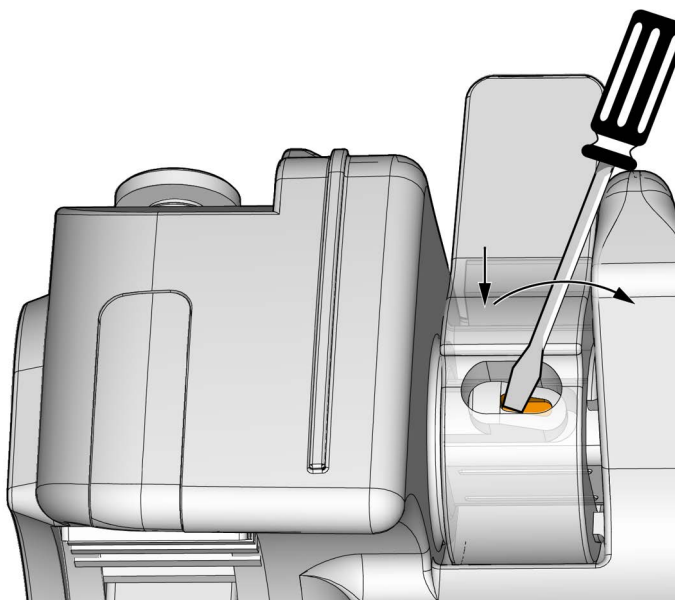

Figura 5-9 Slot da chave do eixo do freio
3. Insira a ponta de uma chave de fenda plana no menor slot da chave do eixo (veja a Figura 5-9 na página 81).
4. Pressione a chave do eixo e incline a chave de fenda para dentro para empurrar o eixo para fora (veja as setas na Figura 5-9 na página 81).